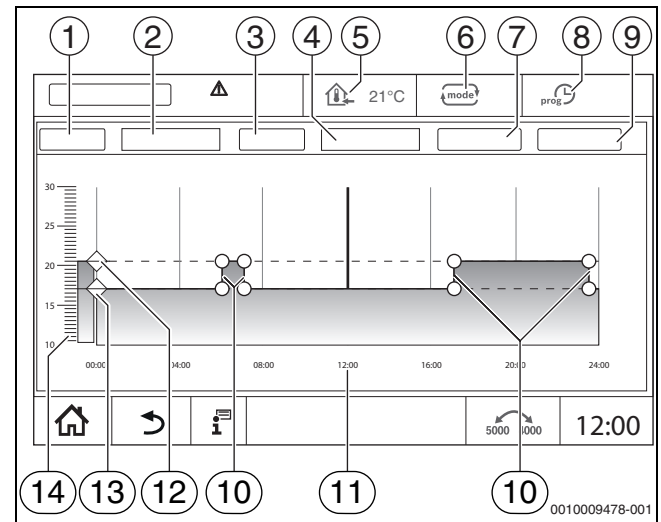

Рис. 25 Временная программа
- Коснитесь символа , удерживайте его и потяните до нужной температуры (→ рис. 25, [15], стр. 25).
- ▶ Коснитесь знака и выберите из списка день недели (→ рис. 25, [2], стр. 25) и нужную программу (→ рис. 25, [4], стр. 25).